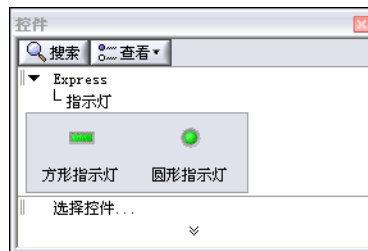

图 3-4 指示灯选板
2. 在 **Express** 选板上，选择**指示灯**选板。如图 3-4 所示。